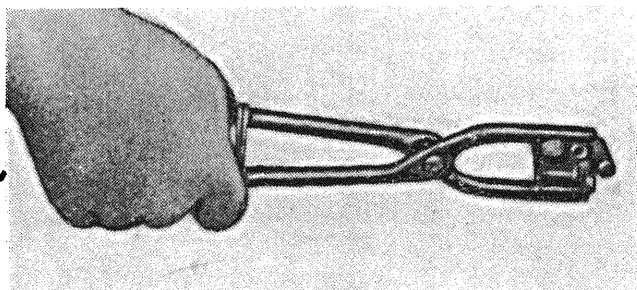

Рис. 102
5. Захватить клещами прижимную лапку с ее пружинами так, чтобы планка клещей перекрыла не меньше половины диаметра пружин прижимной лапки (рис. 102).